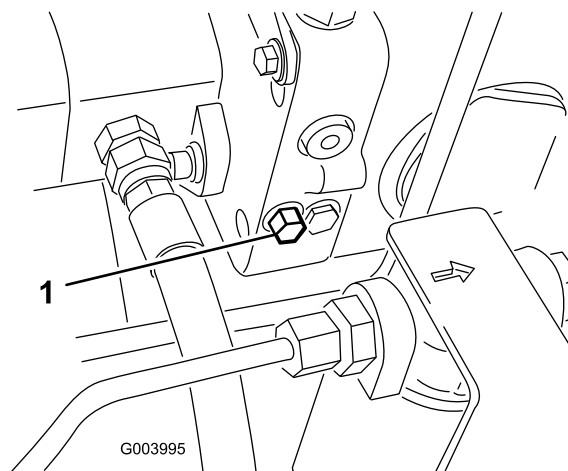

Figure 56
1. Localisez la vanne de dérivation sur le côté gauche de l'hydrostat (Figure 56).